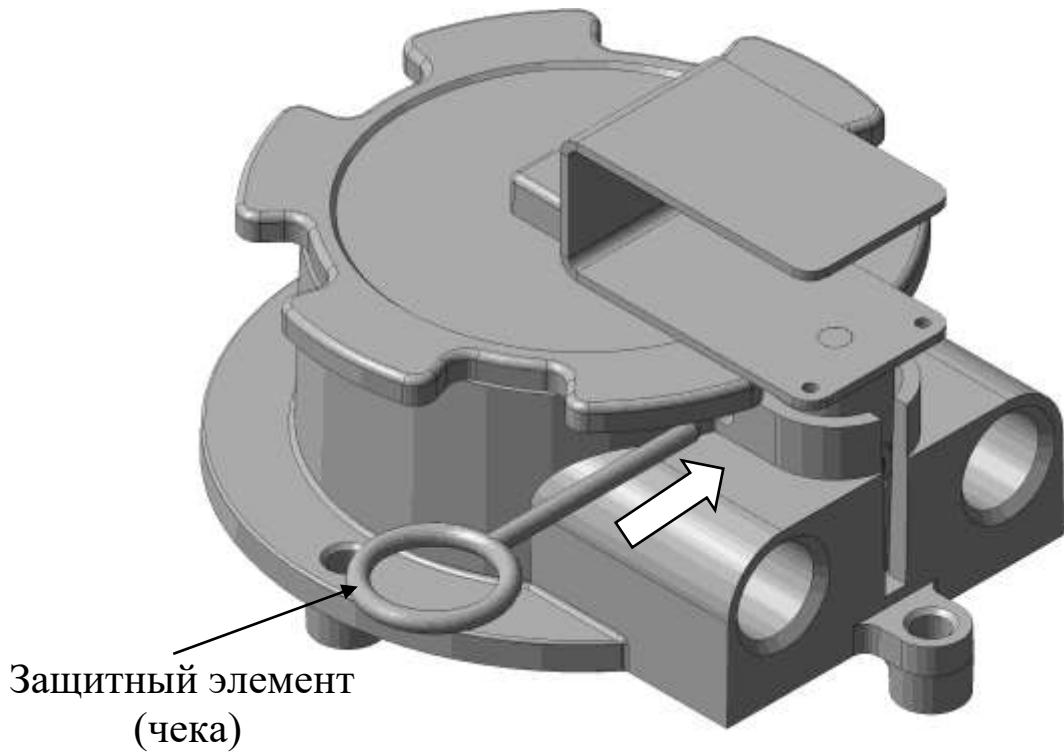

Рис. 3
3. Вставить защитный элемент (чеку) до упора, для предотвращения случайного выдергивания приводного элемента, рис. 3.